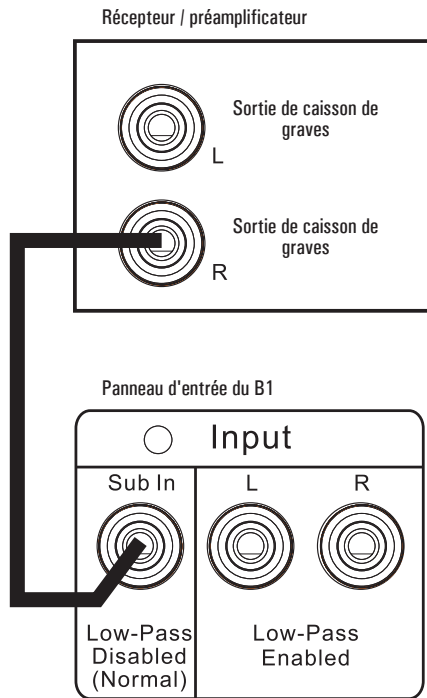

Figure 12 : connexion typique avec plusieurs sorties de caisson de graves
2. Branchez un câble de liaison RCA de l'une des sorties pour caissons de graves ou LFE du processeur / récepteur au connecteur Sub In du panneau arrière du B1, comme représenté dans la figure 12.